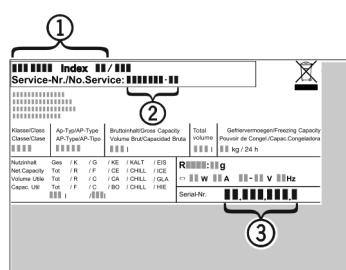

Fig. 11
- Z typového štítku odčítajte označenie zariadenia Fig. 11 (1), servisné č. Fig. 11 (2) a sériové č. Fig. 11 (3). Typový štítek je na ľavej vnútorenej strane zariadenia.
- Upovedomte zákaznícky servis a oznámte chybu, označenie zariadenia Fig. 11 (1), servisné č. Fig. 11 (2) a sériové č. Fig. 11 (3).